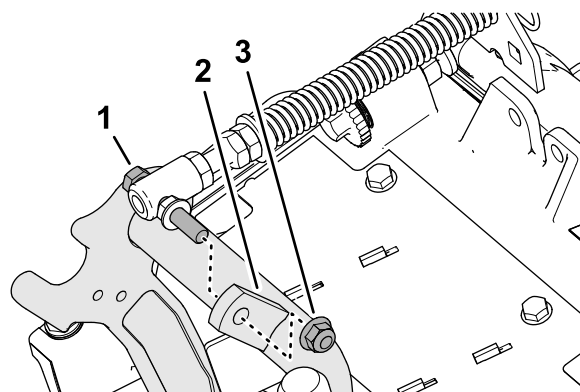

Рисунок 19
- Отверните фланцевую контргайку ($\frac{3}{8}$ дюйма), которая крепит колпачковый винт пружины компенсации состояния грунта к правому выступу несущей рамы, и снимите пружину компенсации с режущего блока (Рисунок 19).